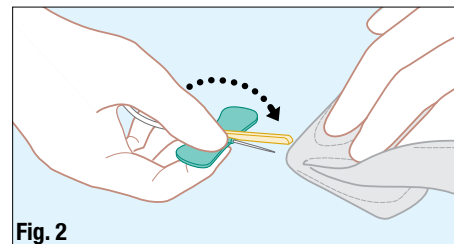

Fig. 2
9. Faites basculer la gaine de sécurité vers l'aiguille. Prenez les ailettes en plaçant votre pouce par-dessus la gaine et votre index sous les ailettes. Retirez complètement l'aiguille du point de ponction et appliquez une pression sur ce point avec un tampon de gaze stérile (fig. 2).